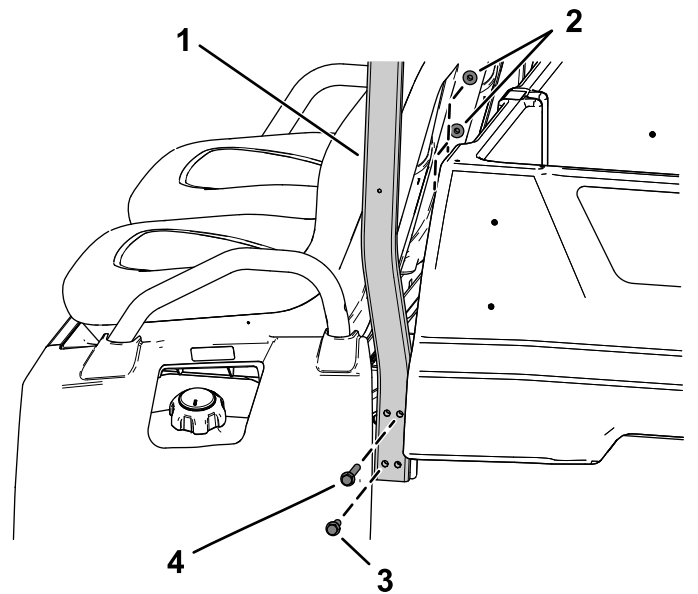

图12
1. 如 图12 所示用 2 个凸缘头螺栓 $\frac{3}{8}$ x 3 $\frac{1}{2}$ 英寸、2 个凸缘头螺栓 $\frac{3}{8}$ x 1 $\frac{1}{4}$ 英寸和 4 个锁紧螺母 $\frac{3}{8}$ 英寸松松地安装 2 个后安装管。